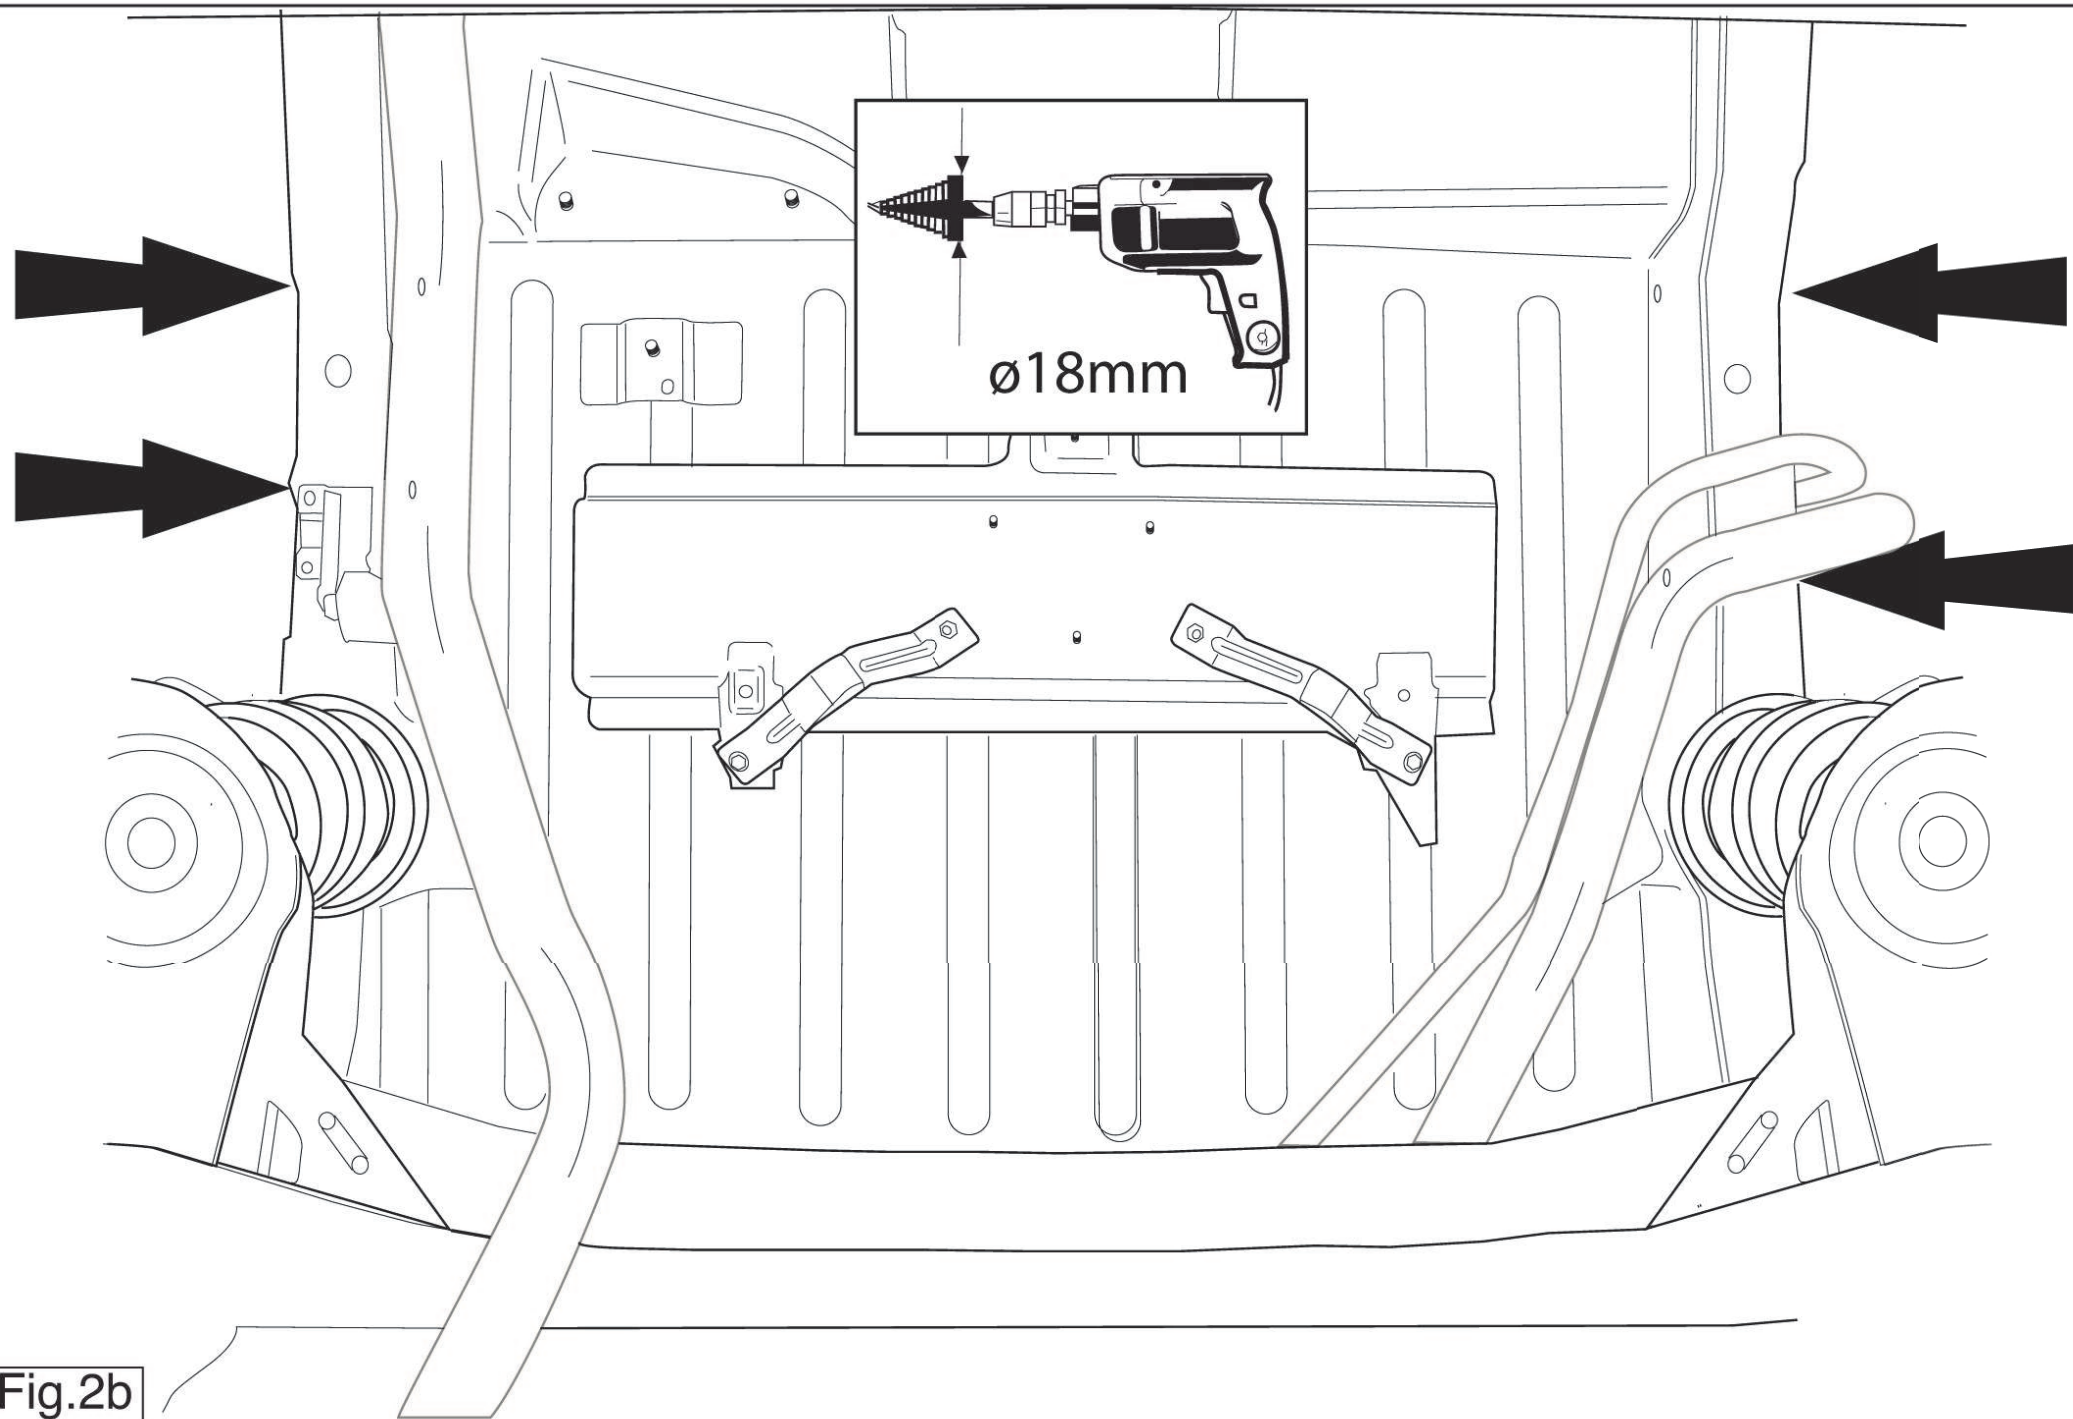

Fig.2b
6. Aléser les trous A à 18 mm. (voir la fig. 2b).